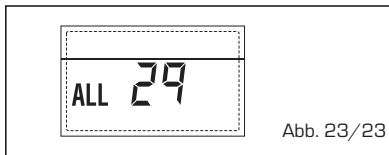

Abb. 23/23
- STÖRUNG SONDE RÜCKFLUSS HEIZUNG "ALL 30" (Abb. 23/24)